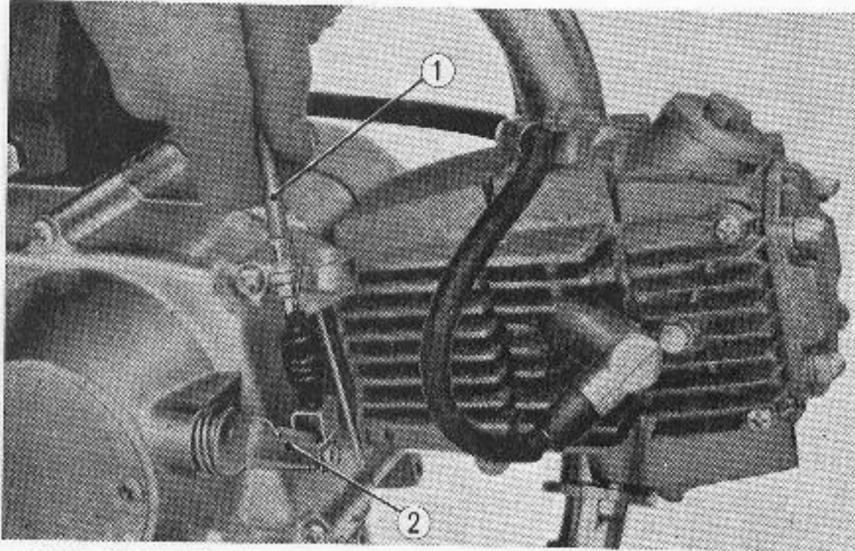
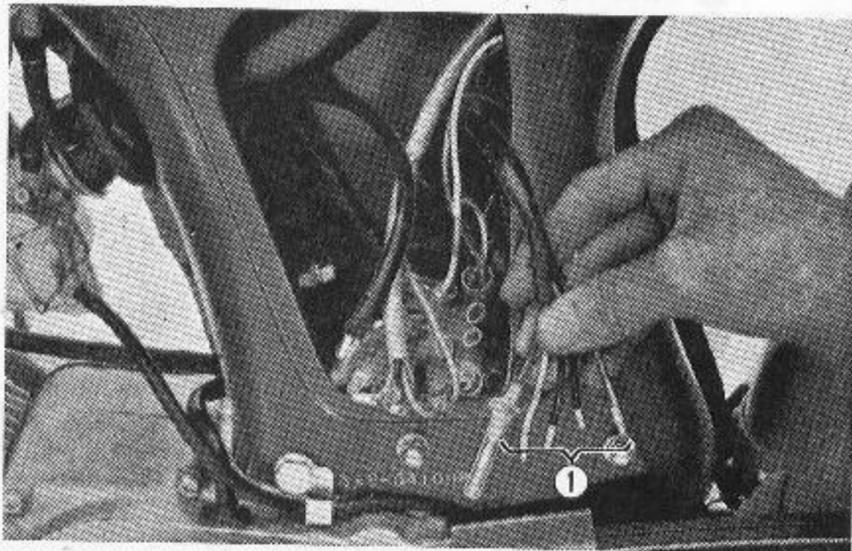

Abb. 3.7 Kupplungszug ausbauen
Abb. 3.8 Kabelanschlüsse lösen
(4) Kupplungszug vom Kupplungshebel lösen. (Abb. 3.7)
(5) Zündkerze ausschrauben.
(6) An der linken Seite Batteriedeckel abnehmen und folgende Kabelanschlüsse lösen: schwarzes, grünes, gelbes und hellgrünes Kabel mit rotem Wendel. (Abb. 3.8)